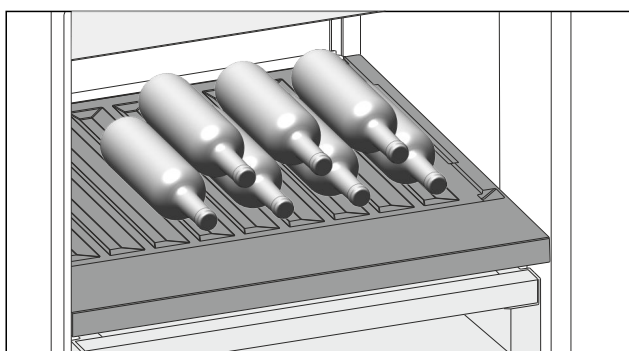

Fig. 114
- Бутылки укладывайте дном к задней стенке. (см. Fig. 114)